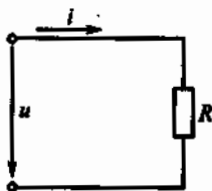

Рис. 65
3.2. Напряжение на зажимах цепи с активным сопротивлением R (рис. 65) изменяется по закону $u = 220 \sin(314t + \pi/4)$. Каков закон изменения тока в цепи, если $R = 50 \text{ Ом}$?